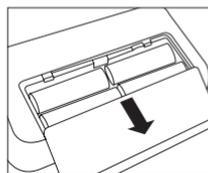

Fig. 1
- Abra la tapa de la batería, situada en la parte inferior del dispositivo (véase la fig. 1). Introduzca las pilas (véase el capítulo 13 "Datos técnicos"). Compruebe que se introducen con la polaridad correcta ("+" y "-"). Cierre el compartimento de las pilas. El dispositivo pasa automáticamente a la función de fecha/hora; en la primera aplicación aparece el valor "31" para el día y "12" para el mes. Así pues, la fecha predeterminada es el 31 de diciembre. Ajuste la fecha y la hora como se describe abajo.